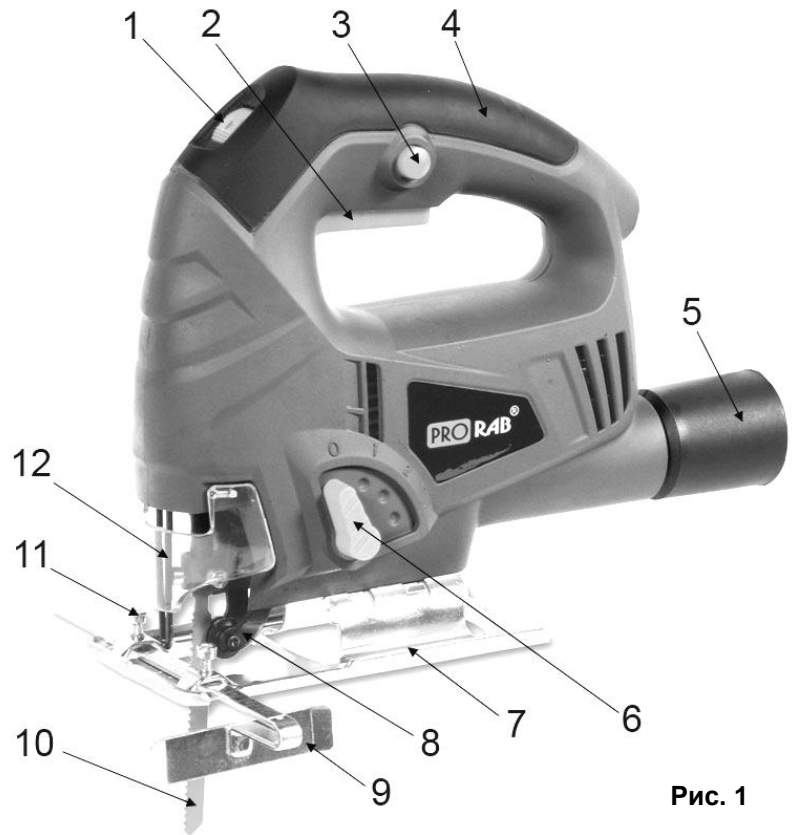

Рис. 1
- Откройте защитный экран (12)(См. Рис.1) лобзика, для доступа к фиксатору крепления пильного полотна.
- Возьмите пильное полотно (10)(См. Рис.1), так чтобы зубья полотна были направлены вперед.
- Для включения инструмента нажмите пусковую кнопку (2) (См. Рис.1).
- Для продолжительных операций нажмите кнопку фиксации (3) и отпустите выключатель.
- Для выключения инструмента отпустите пусковую кнопку (2). Для выключения инструмента при продолжительных операциях нажмите пусковую кнопку (2) еще раз и отпустите ее.